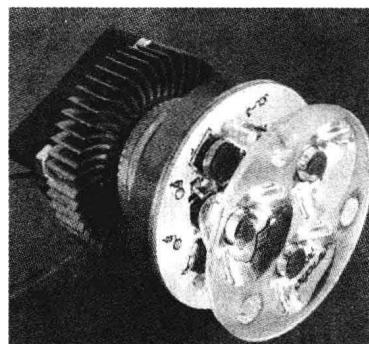

图 1-6 LED 节能灯
**提示：**新型电动车有很多采用了低功耗的 LED 节能灯（见图 1-6），既节能又提高了亮度。